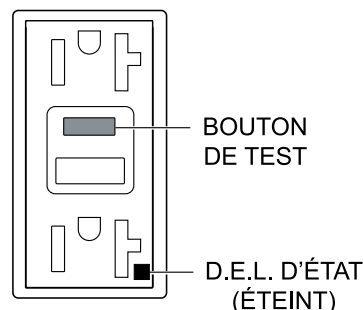

**Figure 76. Réceptacle GFCI (ARRÊT)**
4. Appuyez sur le bouton **TEST** (Figure 76) sur le réceptacle GFCI et vérifiez que le voyant d'état **S'ÉTEINT**.